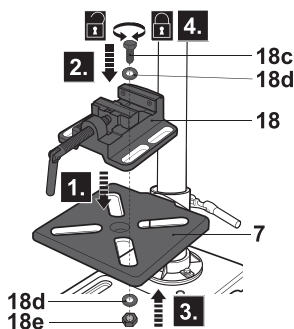

Fig. 9
> Coloque o torno de aperto (18) na mesa do berbequim (7) e segure a conexão com parafusos (18c), arruelas (18d) e porcas (18e), utilizando uma chave apropriada (Fig. 9).